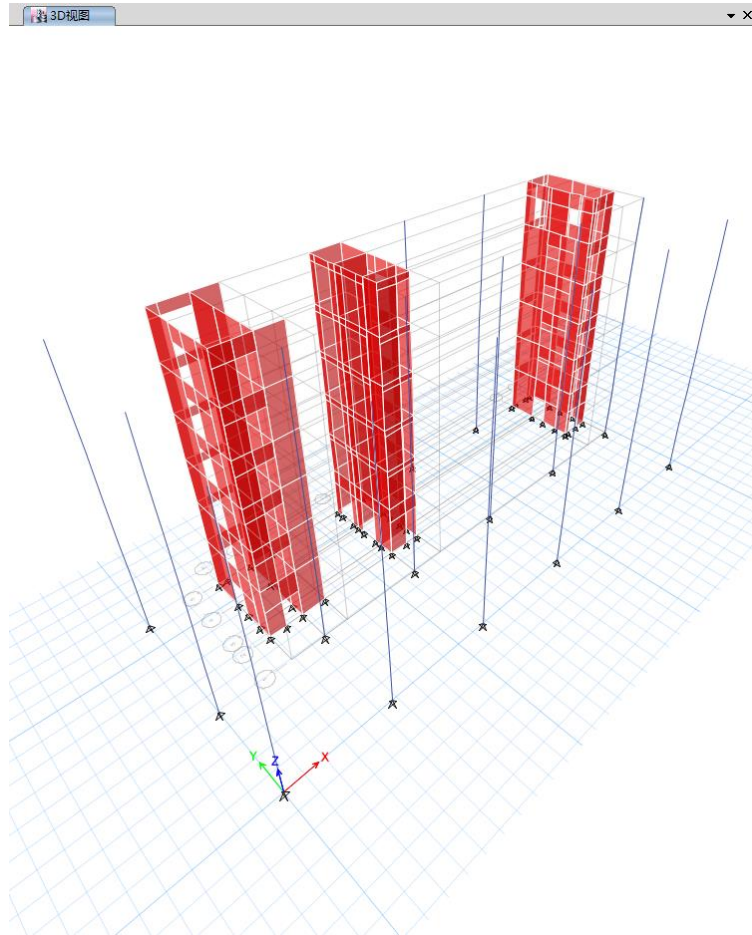

图 4-24 剪力墙图
- 2) 点击菜单编辑>编辑壳>基于洞口分割墙，效果如图 4-24 所示。